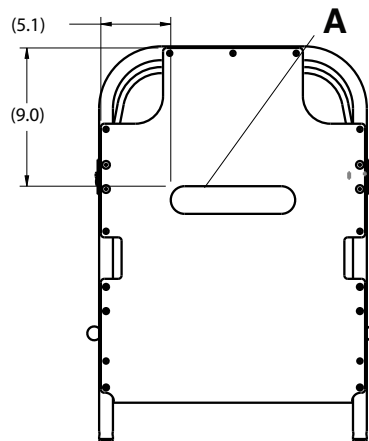

Рисунок 1 – Присоедините полоску Velcro к спинке для положения Фаулера
6. Снимите подложку с полоски **Velcro** для спинки для положения Фаулера (A) и присоедините **Velcro** к поверхности спинки для положения Фаулера (Рисунок 1).